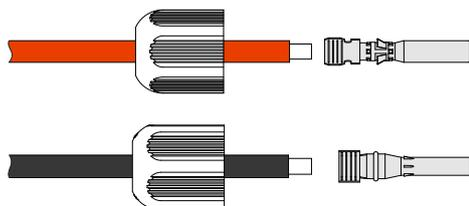

Figura 3-31 Crimpare il terminale in metallo
- Fase 3 Svitare il dado di bloccaggio del collegamento positivo e negativo, condurre i fili positivo e negativo attraverso il dado di bloccaggio corrispondente, quindi inserire il filo positivo e negativo rispettivamente nei terminali in metallo positivo e negativo. Crimpare i terminali di metallo saldamente con le pinze per capicorda, come illustrato in Figura 3-31.